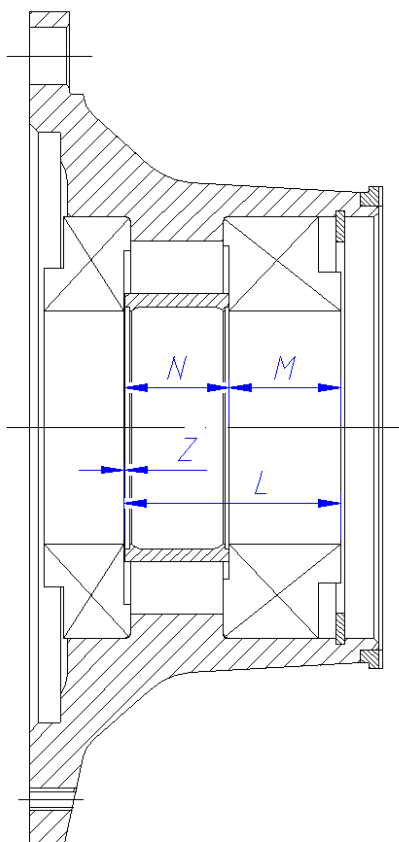

Рис. 7. Размеры для расчета сборки ступицы
1. В головку ступицы дискового колеса вставить барабанные болты (58). С наружной стороны в ступицу запрессовать наружное кольцо роликового подшипника 30221 (57), с внутренней стороны наружное кольцо роликового подшипника 32221 (51). Чтобы не перепутать кольца подшипников, следует перед сборкой маркировать наружные и внутренние кольца подшипников соответствующими цифрами.
2. Ступицу положить на внутреннее кольцо наружного подшипника (с использованием соответствующей прокладки) так, чтобы можно было измерить размеры, необходимые для расчета толщины прокладок, вставляемых между распорной втулкой и наружным подшипником. Эти прокладки обеспечивают регламентируемую натяжку подшипников ступицы колес, который должен быть $\pm 0,05$ мм (рис. 7).